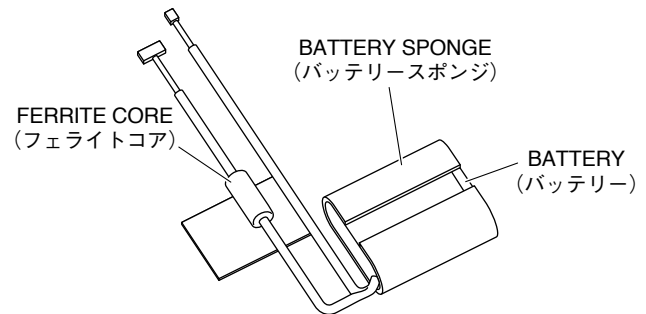

Fig. 13 (図 13)
- 10-3. Detach the battery sponge. (Fig. 13)
- 10-4. Remove the ferrite core from the battery cable. (Fig. 13)
- 10-3. バッテリースポンジを剥がします。(図 13)
- 10-4. バッテリーの束線からフェライトコアを外します。(図 13)